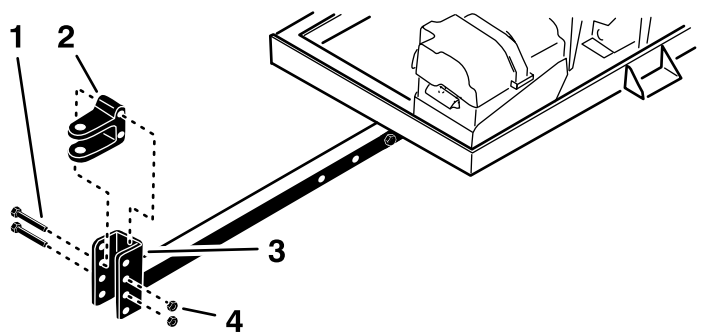

Figura 5
- Retire los 2 pernos y las 2 contratueras que fijan la horquilla del enganche (Figura 5) al tubo de enganche.
5. Monte las horquillas de enganche en el tubo de enganche con los 2 pernos y 2 contratuercas (Figura 5).